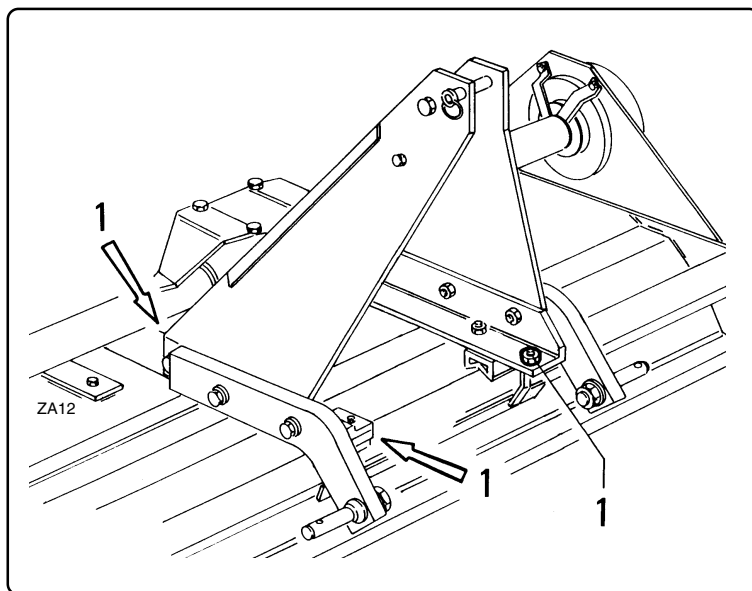

fig. 5.6.3
- loosen nuts "1" fig. 5.6.3 without completely unscrewing them.
- allentare i dadi "1" fig. 5.6.3 senza svitarli completamente.